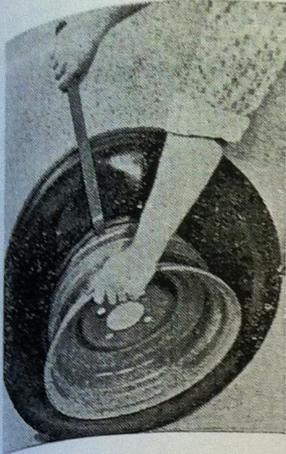

Fig. 158
5. Mettre la roue dans la position verticale et retirer le disque du pneu (fig. 158) en se servant du levier de démontage.